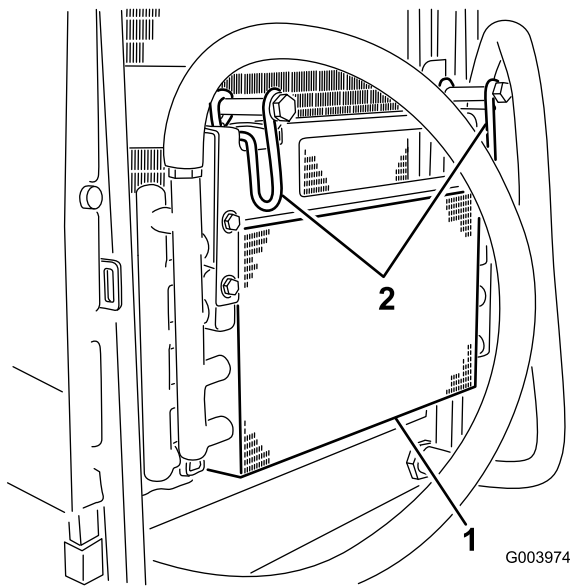

Figure 67
- Pivotez les verrous vers l'intérieur pour dégager le refroidisseur d'huile (Figure 67).